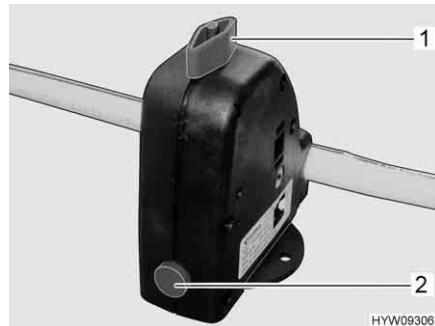

Fig. 96 Valvola di sicurezza/di scarico
- Chiudere la valvola di sicurezza/di scarico (Fig. 96). A tal fine ruotare la manopola (Fig. 96,1) verticalmente rispetto alla valvola di sicurezza/di scarico e premere verso l'interno il bottone automatico (Fig. 96,2). Con temperature inferiori a 6 °C non è possibile chiudere la valvola di sicurezza/di scarico.